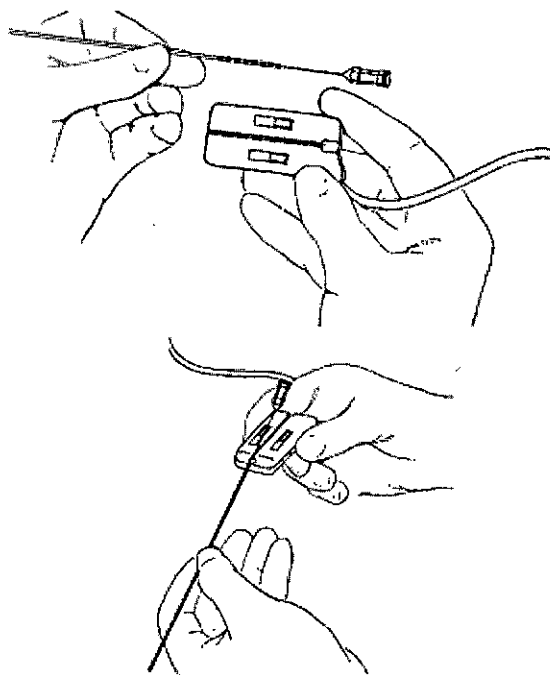

Figura 5
1. Inserte completamente el extremo de la electrodo en el conjunto de conector del cable de prueba (consulte la figura 5).